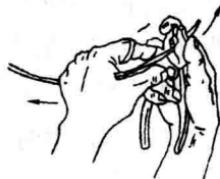

图 1-7 剥削导线绝缘层
(5) 剥削导线绝缘层。在现场施工中，如果没有剥线钳，还可以用钢丝钳来剥削导线头的绝缘层。其方法是左手抓住导线，并在手掌上绕一圈。用右手握住钢丝钳，取好要剥削导线的绝缘层长度，刀口夹住导线绝缘层，施力要合适，不能损伤导线的金属体，只在绝缘层上留有夹压的痕迹。同时，两手向外用力，这时靠绝缘层与钳口的摩擦力将绝缘层拉掉，如图 1-7 所示。